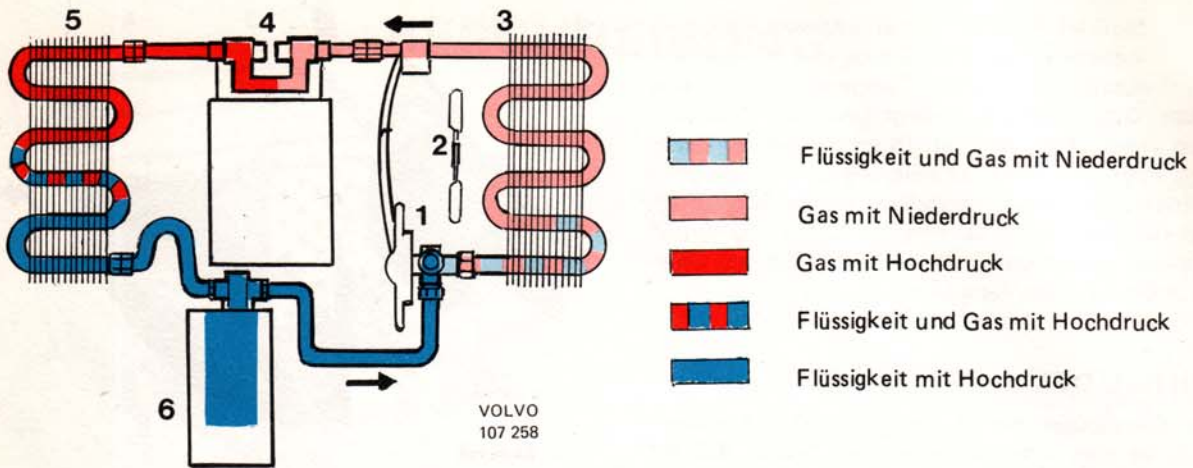

Abb. 6 Kältemittelkreislauf in der Klimaanlage
flüssigem Zustand wechselt. Um sich die Vorgänge während des Kühlprozesses klarzumachen, beginnt man am besten beim thermischen Expansionsventil, gewöhnlich TEV genannt (1, Abb. 6). Vor dem TEV befindet sich das Kältemittel im flüssigen Zustand und unter hohem Druck. Wenn das Kältemittel sich im Verdampfer ausdehnt, sinkt dessen Temperatur schlagartig. Ein Teil der Menge verbleibt flüssig, ein Teil geht in gasförmigen Zustand über. Da der Kochpunkt des Kältemittels bei normalem Luftdruck bei -32°C liegt, beginnt es zu kochen und verdampft in der Rohrschlinge (3) des Verdampfers, wobei es der vom Gebläsemotor (2) vorbeigedrückten Warmluft Wärme entzieht. Nach diesem Wärmeentzug empfindet man die Luft als kühler. Es ist diese abgekühlte Luft, die durch Luftdüsen an verschiedenen Stellen in den Fahrgastraum eingeblasen wird. In der Rohrschlinge des Verdampfers hat die latente Wärme das Kältemittel ganz in gasförmigen Zustand verwandelt, und zwar ohne Temperaturveränderung. Bis das Kältemittel die Rohrschlinge des Klimators verlassen hat, absorbiert es jedoch weiterhin Wärme, wodurch die Temperatur des Gases ansteigt. Aus dem Verdampfer wird das gasförmige Kältemittel in den Kompressor (4) gesaugt, wo es bei zunehmender Eigentemperatur verdichtet wird. Das heiße Kältemittel wird anschließend weiter in das Rohrsystem des Kondensators (5) gedrückt. Dessen mit Kühlrippen umgebene Rohrwindungen werden von Luft umspült, unterstützt durch den Lüfter des Fahrzeugmotors. Da Wärme stets von einem warmen auf einen kalten Gegenstand übergeht, verliert das heiße Kältemittel einen Teil seiner Eigenwärme an die Kühlluft. Infolge des Wärmeverlustes beginnt das Kältemittel sich zu verdichten und wechselt in flüssigen Zustand über.